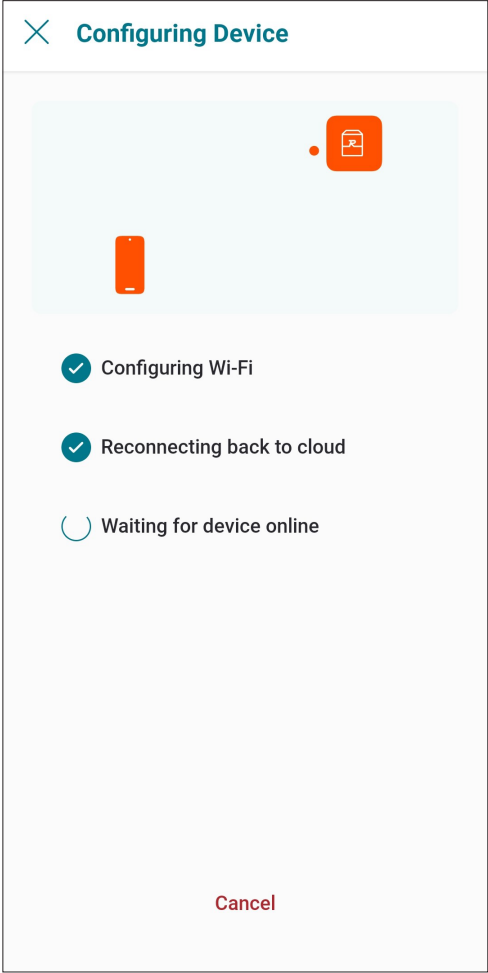

Figure 86. Configuration de l'appareil
- L'appli Raymote transmet les identifiants réseau Wi-Fi à votre appareil. Cela pourrait nécessiter quelques secondes, voir **Figure 86**.